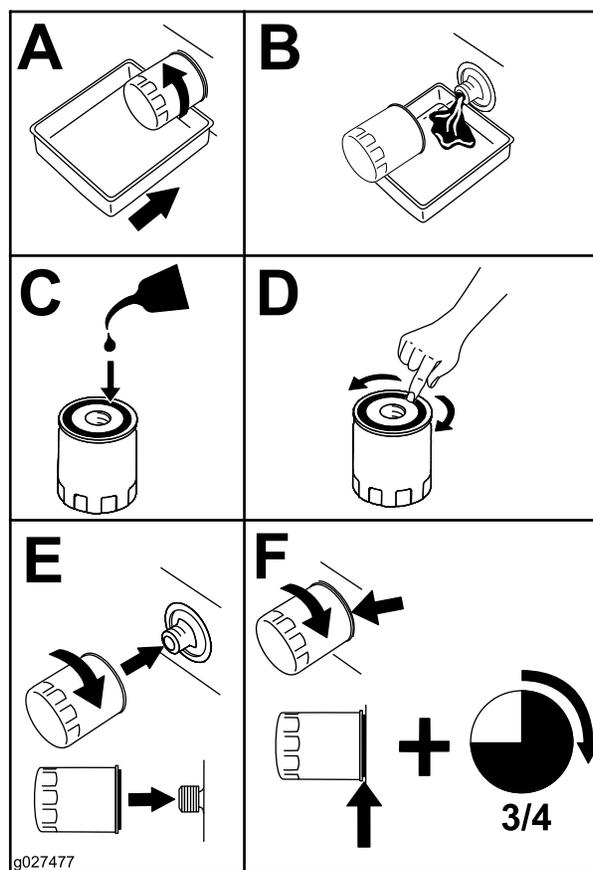

Рисунок 43
5. Замените масляный фильтр двигателя (Рисунок 43).